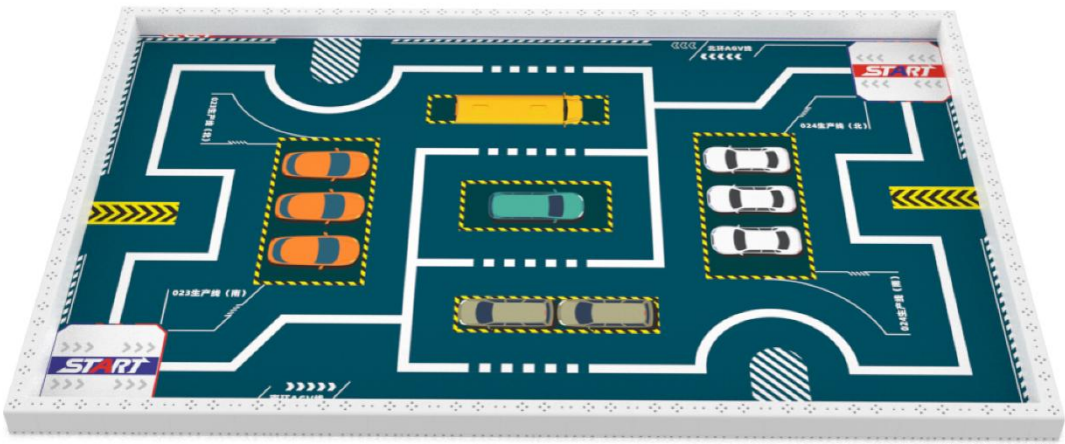

图 1 比赛场地（样图）
比赛场地由拼接式赛台、地图和任务模型组成，图 1 是一个比赛场地的实例，实际场地以现场公布为准。
彩色喷绘的地图铺设在赛台的底板上。地图上有两个启动区，不规则分布着有白色引导线的主干道和几个功能区，图 1 中的地图仅为示例，比赛用的地图在赛前公布。
4.2.2.1 图 1 中，沿着主干道有 10 条与引导线正交的标记线。在标记线旁分别以“a、b、c、……j”英文字母标注。